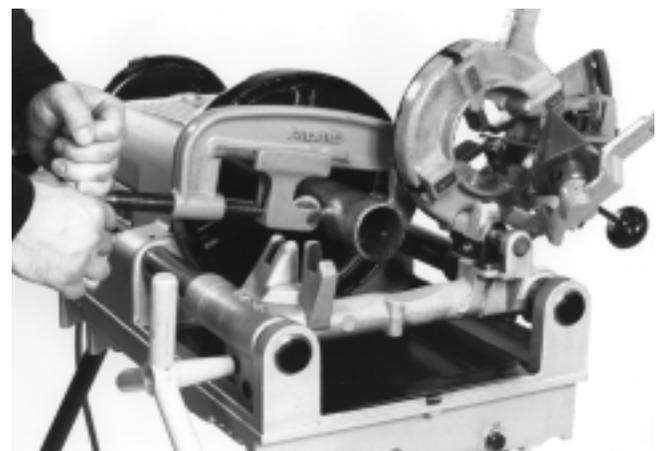

Figura 5 – Corte de un tubo con la Cortadora No. 763
(Figura 5)
1. Con la escariadora y la roscadora en su posición de UP (arriba) coloque la Cortadora No. 763 sobre el tubo. (Figura 5)